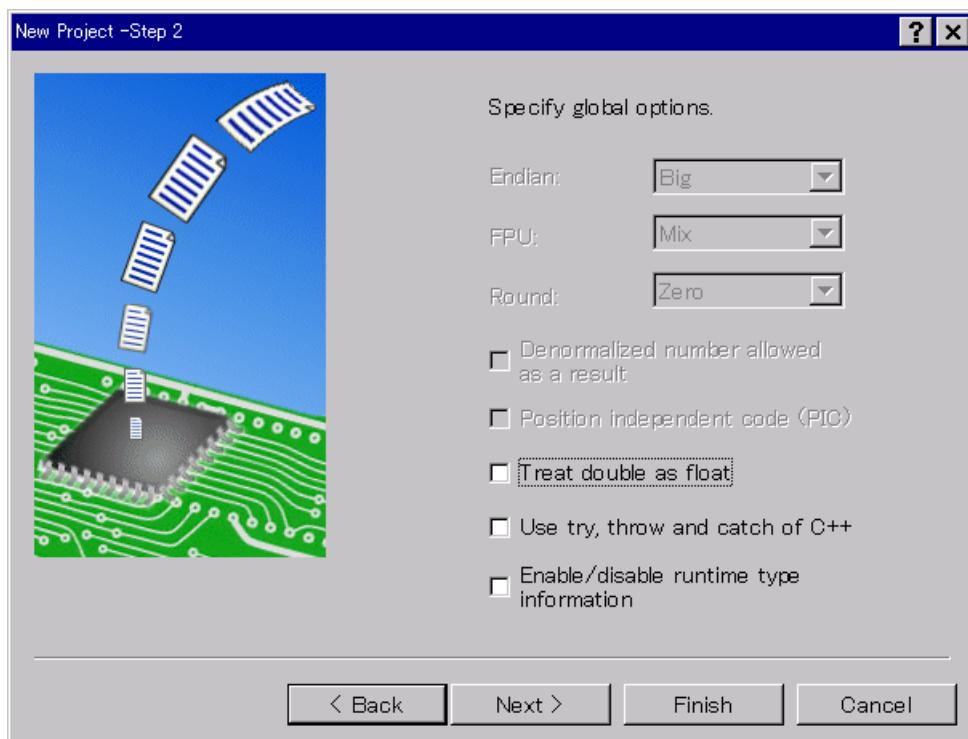

図 2.3 オプション設定画面 (Step2)
Step1画面で [ Next > ] をクリックすると、図 2.3に示す画面を表示します。この画面で、全プロジェクトファイルで共通のオプションを設定します。オプション設定項目は、Step1画面で選択したCPUシリーズに合わせて設定変更ができるようになっています。また、プロジェクト作成後にオプションを変更する場合は、HEWの[オプション -> Hitachi SuperH RISC engine Standard Toolchain...]のCPUページで変更できます。